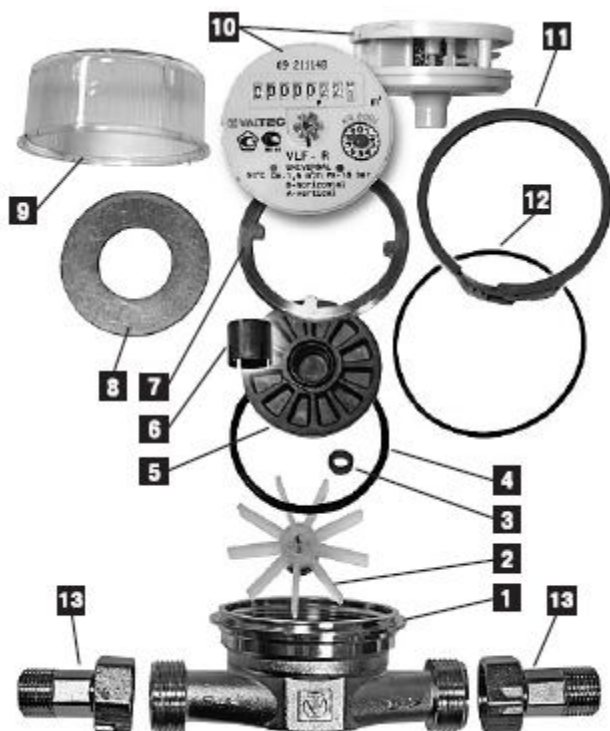

Рисунок.1 Конструкция счетчика в разобранном виде
5.1.Изделие представляет собой одноструйный сухоходный крыльчатый счетчик (см. рис.1). В проточной части счетчика расположена крыльчатка 2, которая вращается под действием потока воды. Счетный механизм счетчика имеет механизм часового типа 10, вращающийся под действием синхронной магнитной муфты 3, помещенной в анодированный стальной экран 6, исключая влияние на показания прибора внешних магнитных полей.